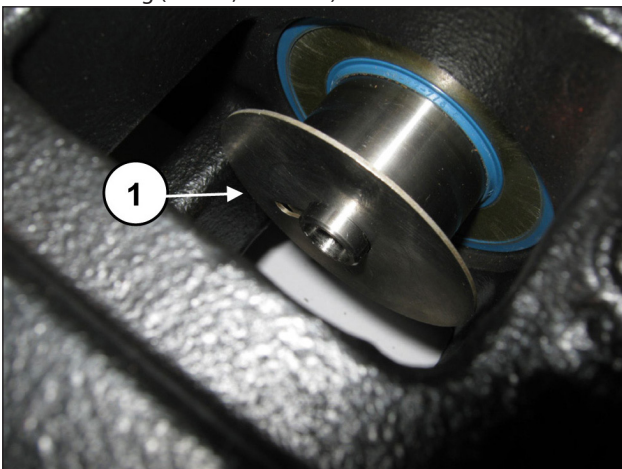

Abb. 156
Kolbenführung (Pos. ①, Abb. 156).